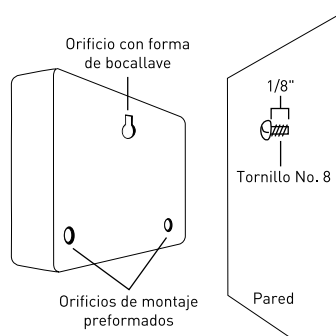

Figura 2: Cuelgue el temporizador con un tornillo en el orificio tipo cerradura.
- Deslice el temporizador sobre el tornillo sobresaliente (con la ranura con forma de cerradura en la parte posterior del temporizador). *Consulte la figura 2.*
- Coloque un tornillo No. 8 a través de uno de los dos orificios preformados ubicados en las esquinas inferiores del gabinete. *Consulte la figura 2.*